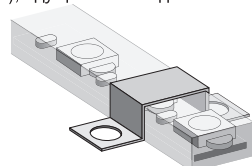

Рис. 5. Монтаж светодиодной ленты.
- **Монтаж светодиодной ленты.** Монтаж светодиодной ленты NLS-5050-IP67-220V на несущую поверхность необходимо производить при помощи монтажных скоб NLSC-clip-5050-220 для крепления СД ленты 5050-IP67-220 как показано на Рис. 5.